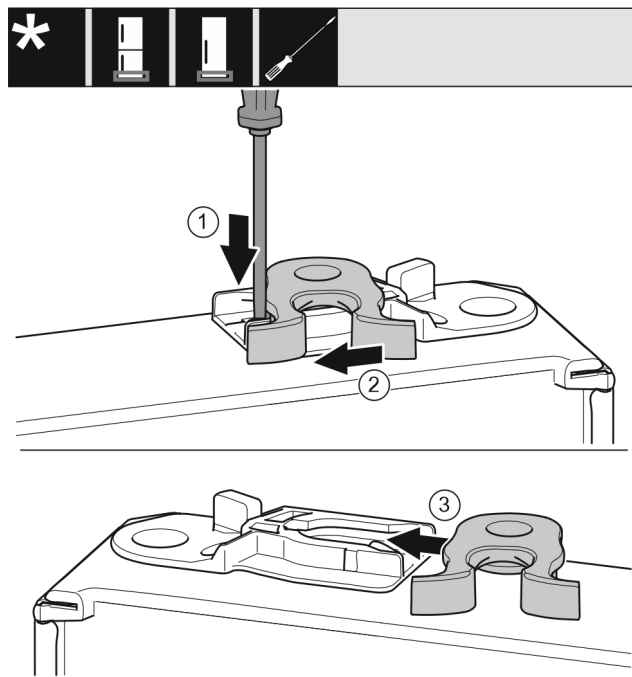

Fig. 18
- ▶ Ravnim odvijačem pritisnite jezičac prema dolje. Fig. 18 (1)
- ▶ Izvucite kuku za zatvaranje iz vodilice. Fig. 18 (2)
- ▶ Gurnite kuku za zatvaranje na drugoj strani u vodilicu. Fig. 18 (3)